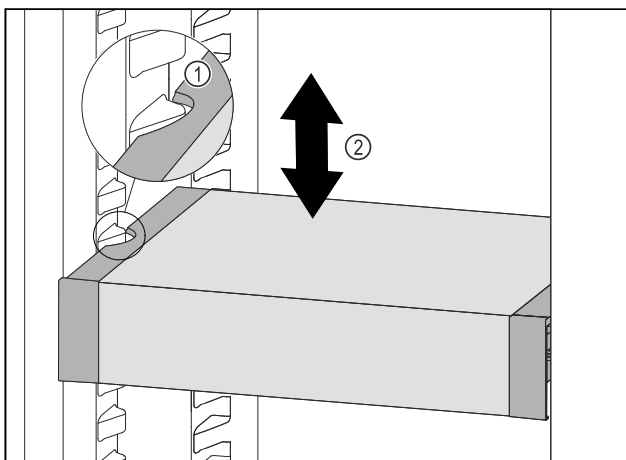

Fig. 183
- Tirare VarioSafe in avanti fino a quando le cavità laterali di VarioSafe non si trovano al livello della nervatura del contenitore nel vano frigorifero. Fig. 183 (1)
- Spostare VarioSafe verso l'alto o verso il basso nel vano frigorifero fino a raggiungere l'altezza desiderata. Fig. 183 (2)